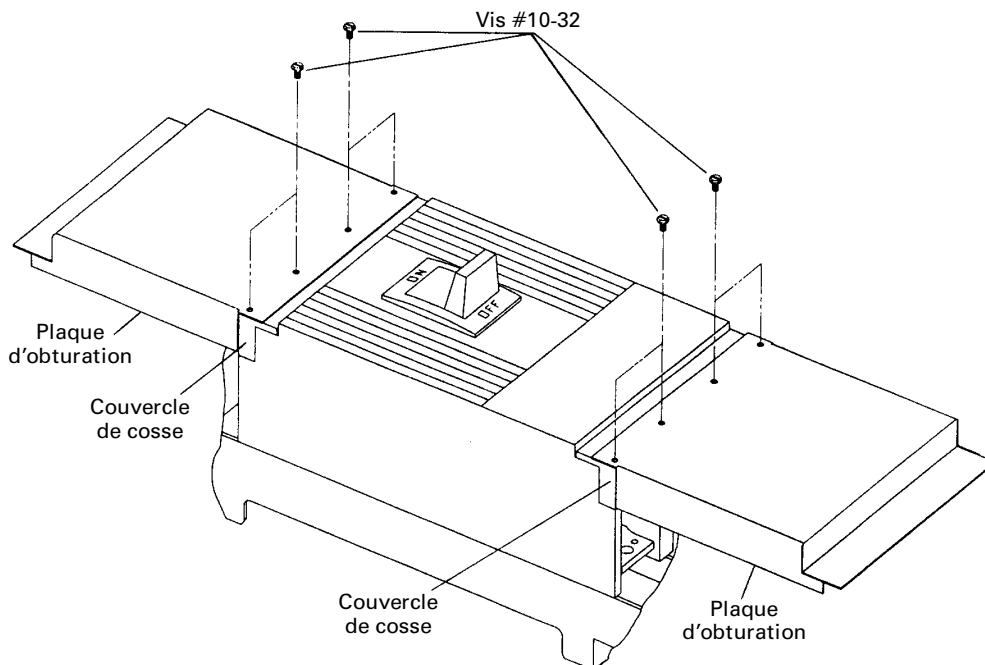

Figure 1. Installation de couvercles de cosses et de plaques d'obturation.
2. **Installer les extrémités des plaques d'obturation.** Pour les disjoncteurs de type TKM, THKM, TK4V, TKL4, SKHA, SKLA, et SKPA, placer les couvercles de cosses, tels que listés à la Table 1, sur les extrémités ligne et charge du disjoncteur, tel que montré à la Figure 1. Relier les plaques d'obturation des extrémités, tels que listées à la Table 2, de chaque côté du disjoncteur avec les vis #10-32 x 9/16" fournies. Serrer les vis à 15 lb.-po.